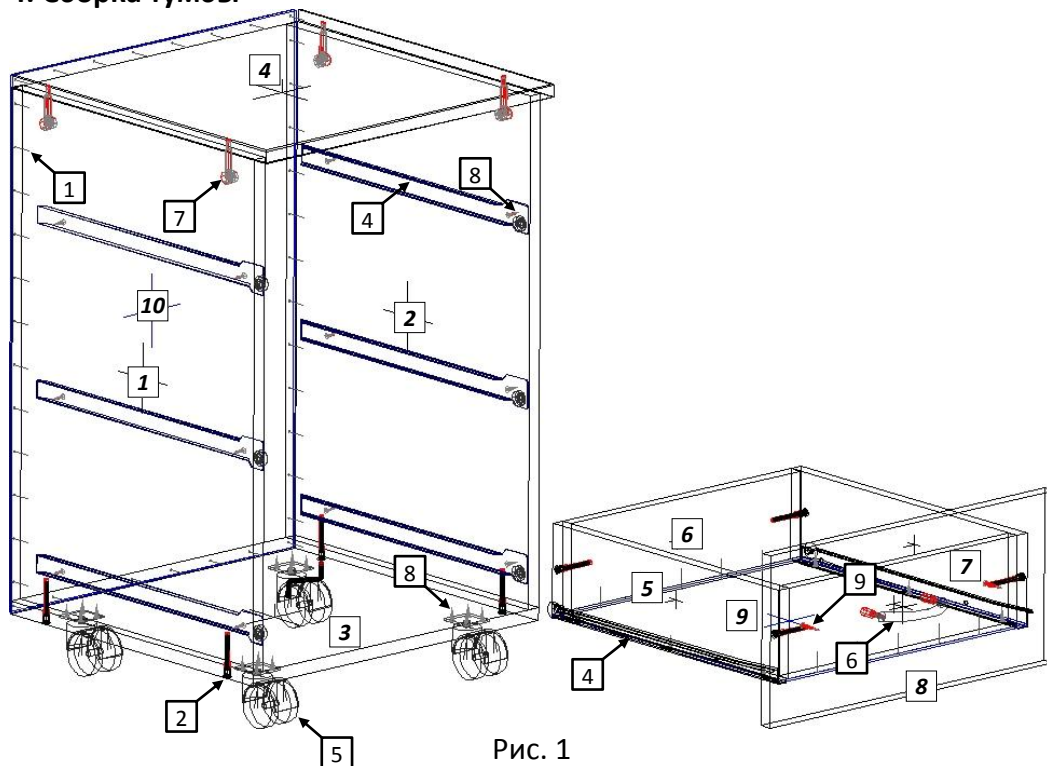

Рис. 1
4.1 Внимательно ознакомьтесь со схемой сборки, изображённой на рис. 1, сверяясь с комплекточной ведомостью на изделие. Согласно позициям на схеме и комплекточной ведомости определите расположение деталей в изделии и порядок
- 4.3 Евровинтами (2), как показано на рис. 1, соедините вертикал. ст. [1, 2] с горизонт. ниж. ст. [3]. Установите крышку. Затяжка соединения производится путём поворота эксцентриков до упора в направлении стрелки, выштампованной на корпусе стяжки. Гвоздями (1) закрепите зад. стенку ДВПО [10].